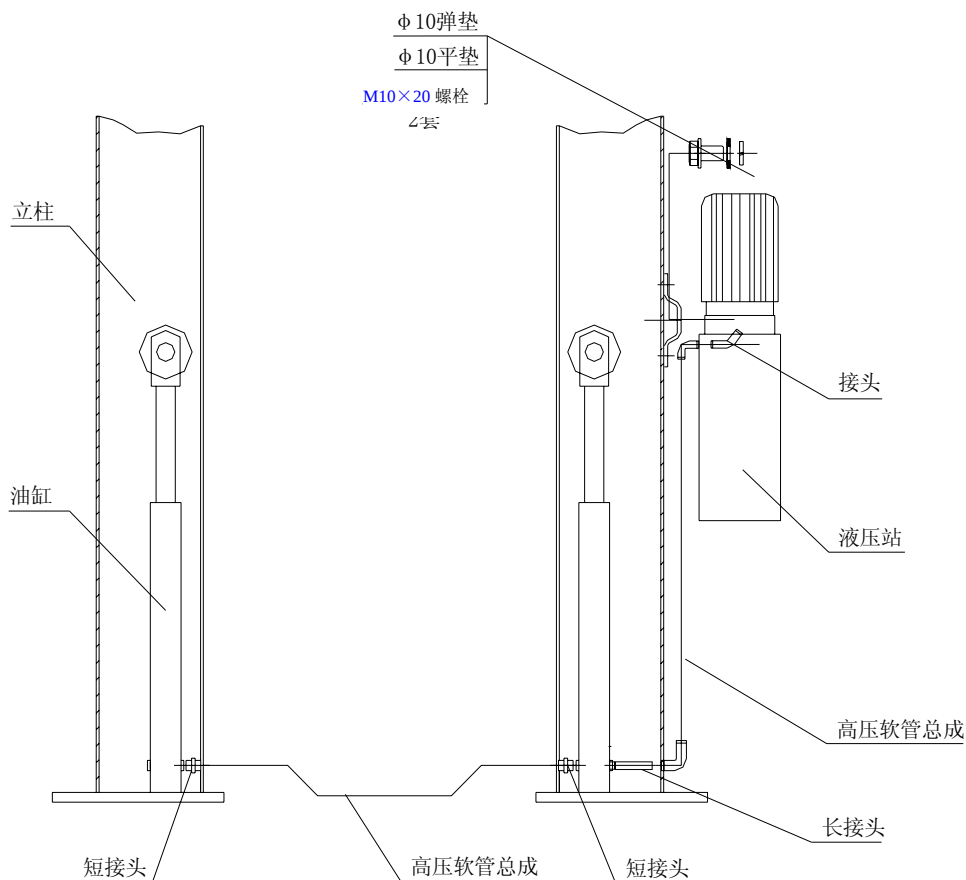
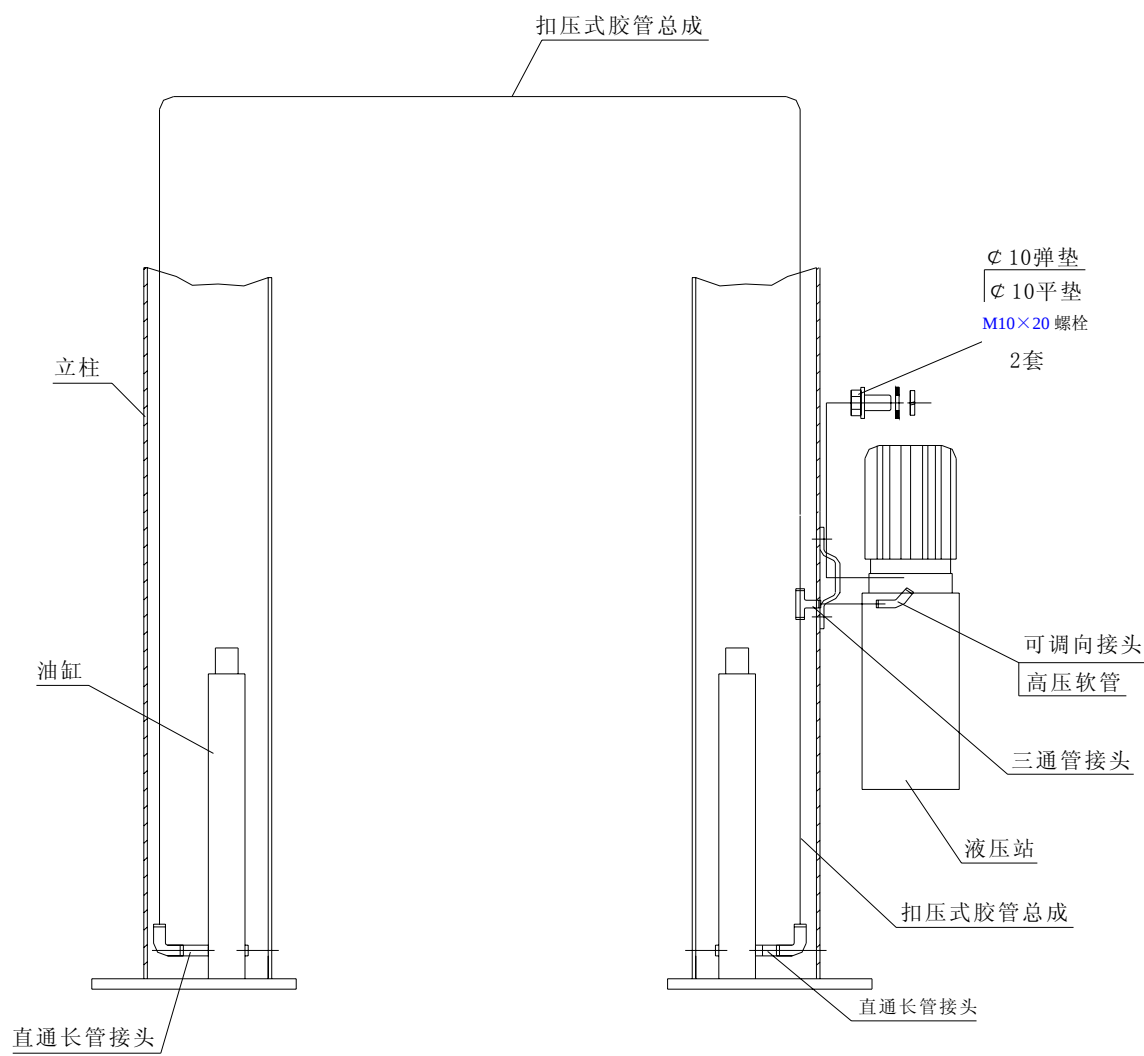

图 10a
图 10b
把大底座及两侧的侧支架安置在预定位置。用提升设备将主、副立柱放在预定位置。用安装标准件固定。以大底座及侧支架上的安装孔作为导向, 用 12 个混凝土膨胀螺栓将其固定在地面上。钻孔并一次性安装膨胀螺栓, 在钻孔过程中, 确保大底座及侧支架不发生移动, 如图 10b 所示。选择合适的垫片插入大底座及侧支架之下, 使立柱垂直。用铅垂测量, 立柱在每个方向的上、下倾斜不得大于 3mm。
- 使用 2 个 M10 的螺栓和垫片(如图 10a 所示)固定液压站。TLT235SBA、TLT235SBA(E)、TLT240SBA 机型按图 10a 所示安装液压管路, TLT240SCA、TLT235SCA (U) 机型按图 10b 所示安装液压管路, 并且拧紧所有的接头防止漏油。